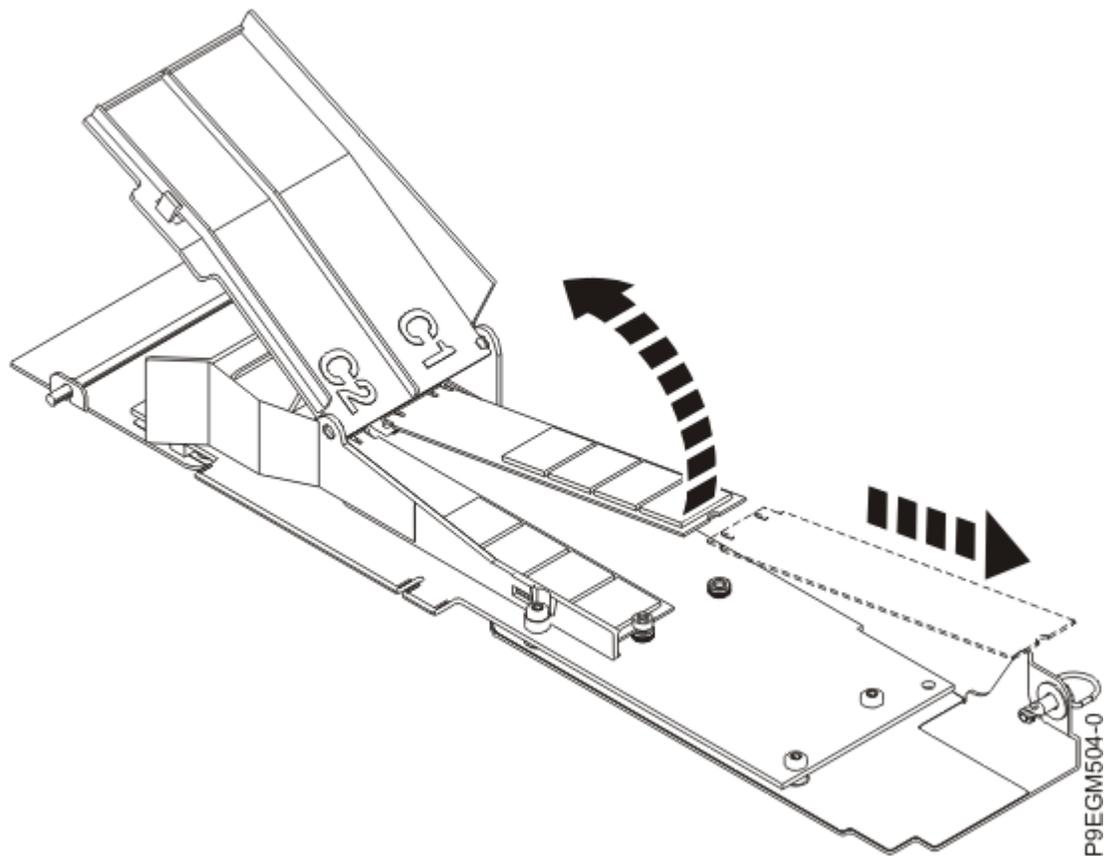

図 29. NVMe M.2 キャリア・カードのフラッシュ・モジュールの取り外し
- c) NVMe M.2 フラッシュ・モジュールを持ち上げて回転させて取り外します (35 ページの図 29 を参照)。